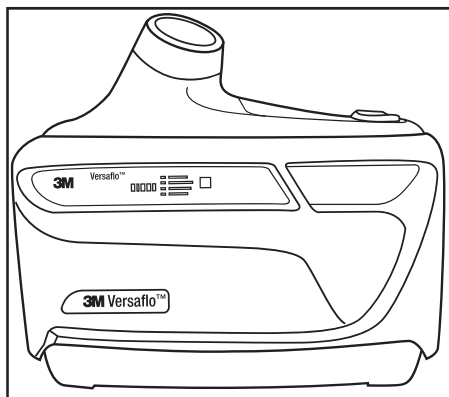

Fig. 14 Respirateur d'épuration d'air propulsé TR-600 Versaflo^{MC} 3M^{MC} avec étiquette de filtre ou de cartouche visible
- Si on utilise le protège-filtre, s'assurer que l'étiquette du filtre ou de la cartouche est visible à travers la fenêtre de visualisation du protège-filtre (Fig. 14).